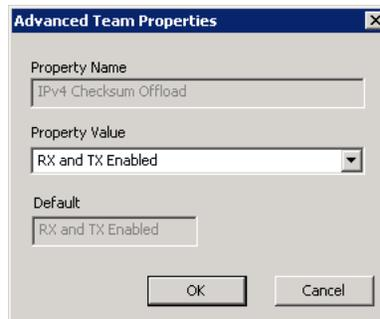

Figure 3-7. Configuration des propriétés d'association avancées
- ❑ **Advanced** (Avancé) : cliquez sur ce bouton pour configurer les capacités d'association spécifiques à QLogic, telles que RSS, MTU ou divers déchargements. Ces propriétés sont utilisées pour configurer les adaptateurs membres de façon à éviter tout conflit après la création d'une association. La Figure 3-7 montre la boîte de dialogue **Advanced Team Properties** (Propriétés d'association avancées).